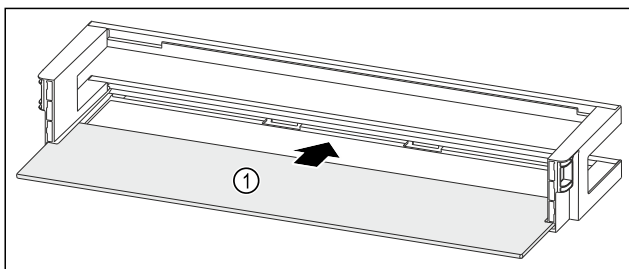

Fig. 52 Dørhylle med oppstillingsplass
- Skyv oppstillingsplassen Fig. 52 (1) inn i fordypningene på sidene.